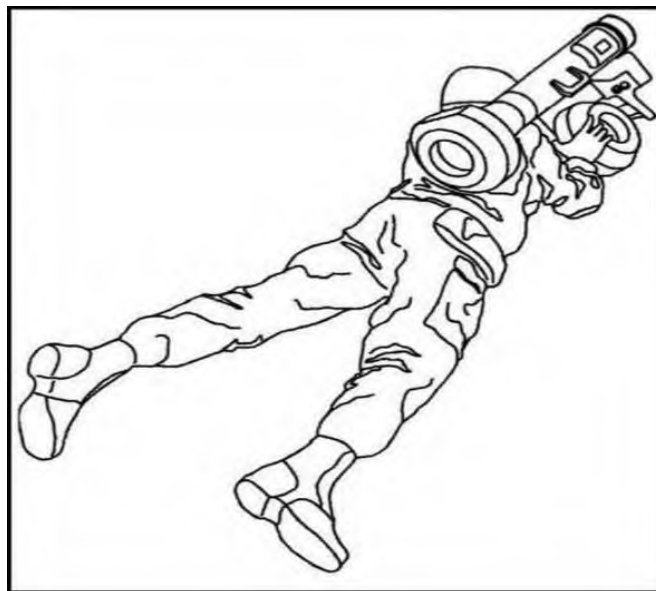

Рисунок 6.49 – Розміщення торцевої кришки
15) помістити пласку сторону передньої торцевої кришки на накладку пускового контейнеру для плеча (рисунок 6.49);